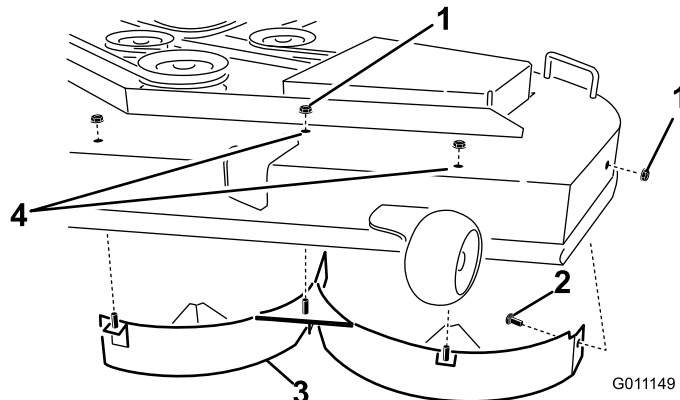

Bild 36
6. Entfernen Sie die drei Sicherungsmuttern (5/16 Zoll), die an den geschweißten Pfosten des linken Ablenkblechs oben auf dem Mähwerk in der Mitte, links von der Mitte und in den linken Stellungen gesichert sind (Bild 36). Entfernen Sie die Schlossschraube und die Sicherungsmutter an der Seitenwand des Mähwerks, die das linke Ablenkblech am Mähwerk befestigen.
7. Entfernen Sie das linke Ablenkblech vom Mähwerk, wie in Bild 36 dargestellt.
8. Finden Sie die zwei Schrauben an den losen Teilen und verwenden Sie die vorhandenen Sicherungsmuttern. Setzen Sie die Befestigungen in die Löcher oben am Mähwerk ein, wie in Bild 36 dargestellt, um das Herausschleudern von Grünabfällen zu vermeiden. Setzen Sie die Schrauben durch die Unterseite des Mähwerks ein und verwenden Sie eine vorhandene Sicherungsmutter, um von oben zu sichern.